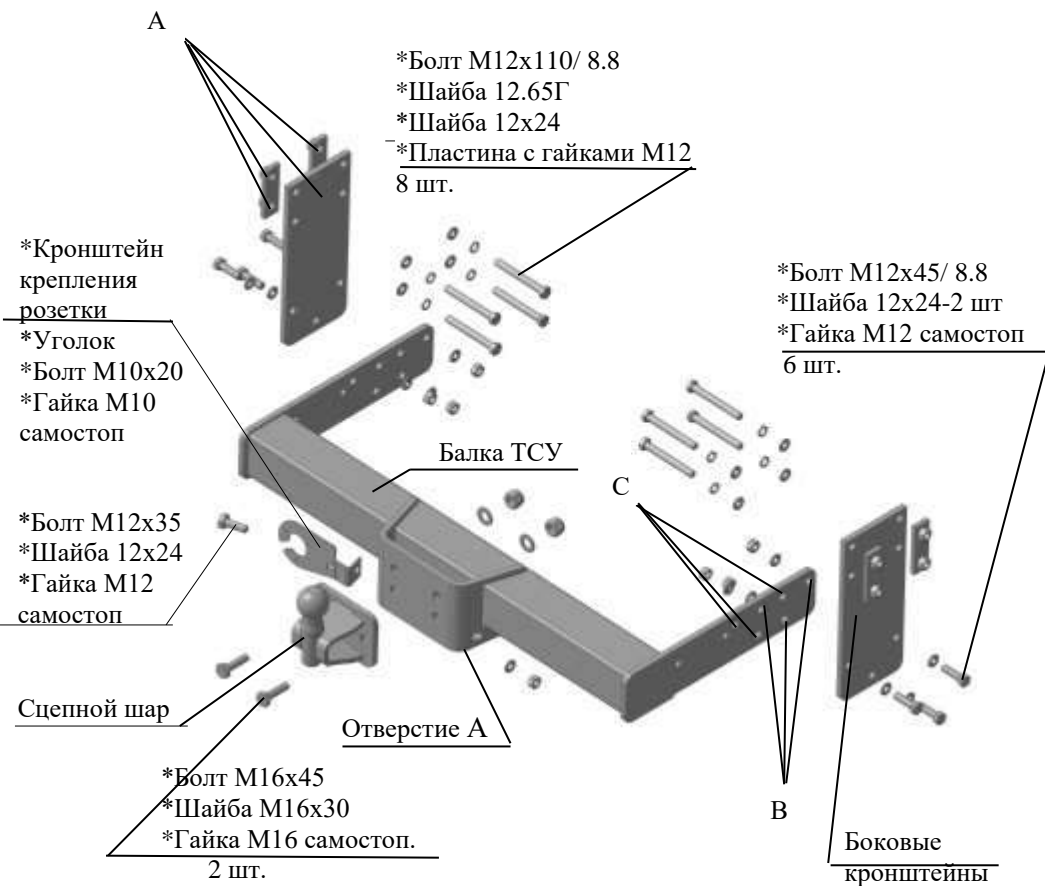

Рис.1 Тягово-сцепное устройство ТСУ 9310.
2.1 ТСУ 9310 в сборе (рис.1)	1 шт.
2.2 Пакет с комплектующими (см. рис.1)+защитный колпак	1+1 шт.
4.2 Установить боковые кронштейны в точках “А” (справа аналогично левой стороне). Закрепить болтами М12х110 и крепежом соответственно рис.1. Крепеж не затягивать.
4.3 Установить балку ТСУ к боковым кронштейнам и закрепить болтами М12х45 и крепежом соответственно рис.1 (в точках – “С” -без подножки , и в точках “В” – с подножкой). Крепеж не затягивать.
4.6 Закрепить сцепной шар и кронштейн крепления розетки к кронштейну шара крепежом, соответственно рис.1 (кронштейн розетки предварительно скрепить с уголком болтом М10х20 и гайкой М10 смостоп) **Внимание: после 4-х кратного применения самостопорящиеся гайки необходимо заменить на новые!**